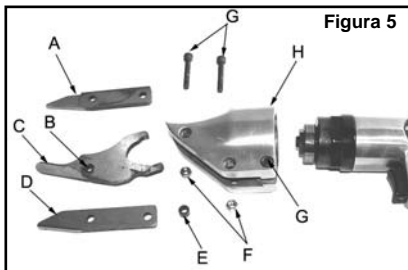

Figura 5
NOTA: Consulte la figura 5 para ver los pasos 2 a 11.
- Retire los 2 tornillos Allen delanteros que sostienen las hojas en su lugar, con cuidado de no aflojar los separadores (B y E) ni las tuercas (F) que se encuentran en los extremos de los tornillos.
- Retire las 2 hojas laterales (A y D), la hoja central (C) y los separadores (B y E).
- Coloque las hojas nuevas como se indica en la figura 5.
- Lubrique y luego inserte el separador (B) en la hoja central (C).